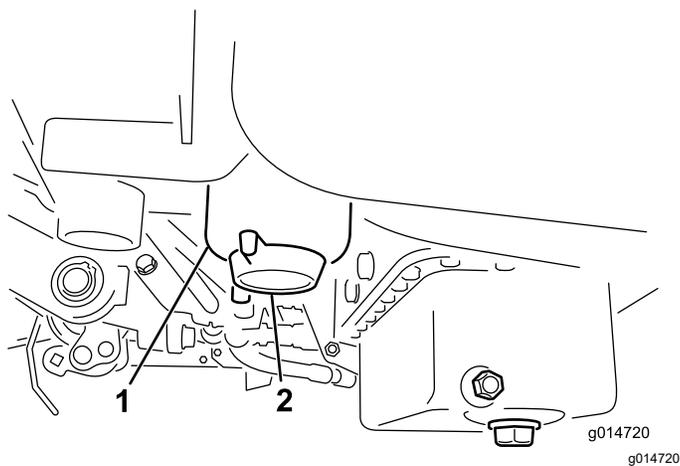

图 40
2. 清洁滤清器过滤筒的安装区域图 40。
4. 打开滤清器排油塞图 40。